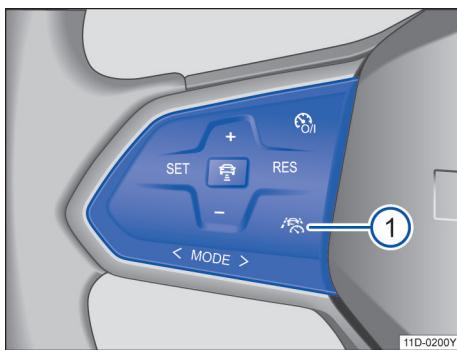

图 102 多功能方向盘左侧：操作半自动驾驶辅助系统（Travel Assist）的按钮
如果在多功能方向盘上有→图 102 ① 按钮，则说明车辆具有半自动驾驶辅助系统 (Travel Assist)。
1. 按压多功能方向盘上的按钮→图 102 ①。
1. 频繁按压按钮→图 102 ①，直到在组合仪表显示屏中选择了半自动驾驶辅助系统（Travel Assist）。
1. 频繁按压按钮→图 102 ①，直到在组合仪表显示屏中选择了所需的系统。